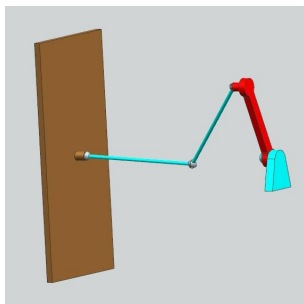

Рис.67
- Такие шарниры часто применяются в инженерной практике (рис.67).
- Попробуйте самостоятельно из учебной директории выполнить несложный пример со *сферическим шарниром* – **Prim_Sfer** (рис.67). При этом обратите внимание на длину штанг – 190 мм. Поэтому расстояние между коричневым основанием и голубым кронштейном не должно превышать 380 мм.